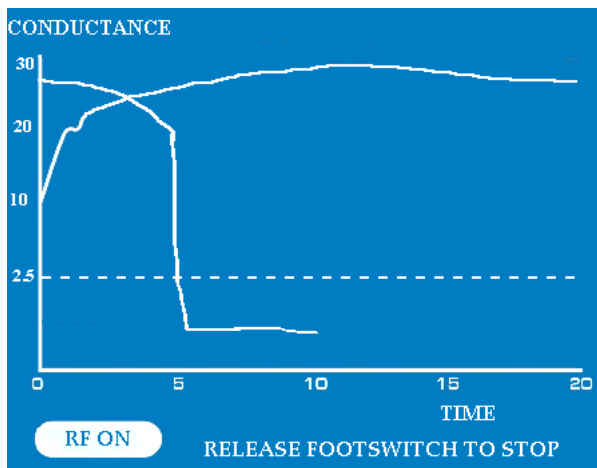

Abbildung 10: Wechselnde grafische Anzeige der Leitfähigkeit im „RF ON“-Modus für Synergy-Klemmen
2. Betätigen und halten Sie den Fußschalter gedrückt, um die HF-Energieabgabe zu starten. Die HF-Energieabgabe wird durch Loslassen des Fußschalters bzw. nach einer 40-sekündigen Energieabgabe beendet. Der Bildschirm der ASU zeigt an, dass sich der Generator im „RF ON“-Modus befindet (siehe **Abbildung 10**). Die „RF ON“-Anzeige auf der ASU-Vorderseite leuchtet blau.
einer Toleranz von $\pm 20\%$ angezeigt. Das Diagramm der Leitfähigkeit ist auf einer 20-Sekunden-Skala dargestellt. Anhand von Leitfähigkeitsmessungen bestimmt der Generator, wann die Transmuralität erreicht ist. Wenn die Transmuralitätsbedingung nicht innerhalb der 20 Sekunden erreicht wird, die auf dem Diagramm der Gewebeleitfähigkeitsanzeige angezeigt werden, wechselt das Diagramm zu einem zweiten Bildschirm und zeigt eine Fortsetzung der Leitfähigkeit für maximal 20 weitere Sekunden an (siehe **Abbildung 10**).